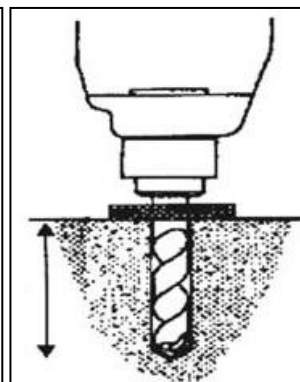

рисунок 20
- Закрутите шляпки болтов (рисунок 20).